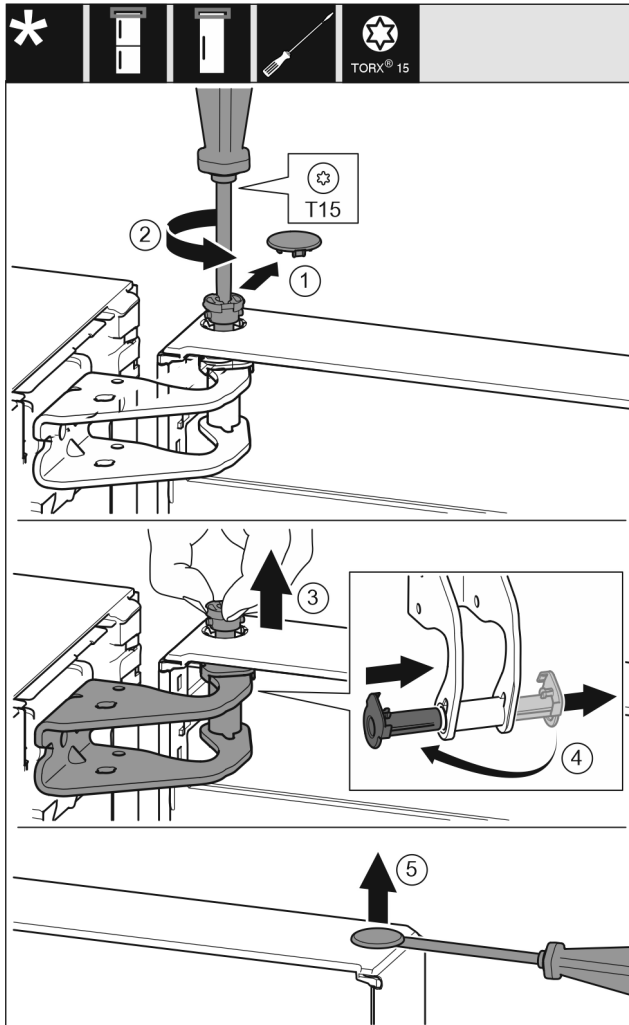

Fig. 9
- Veiligheidsafdekking voorzichtig eraf trekken. *Fig. 9 (1)*
- Bout met schroevendraaier T15 een stukje eruit draaien. *Fig. 9 (2)*
- De deur vasthouden en de bout met de vingers eruit trekken. *Fig. 9 (3)*
- Lagerbussen uit de geleiding trekken. Op de andere kant aanbrengen en vastklikken. *Fig. 9 (4)*
- Stop voorzichtig met een sleufschroevendraaier uit de lagerbus van de deur optillen en eruit trekken. *Fig. 9 (5)*